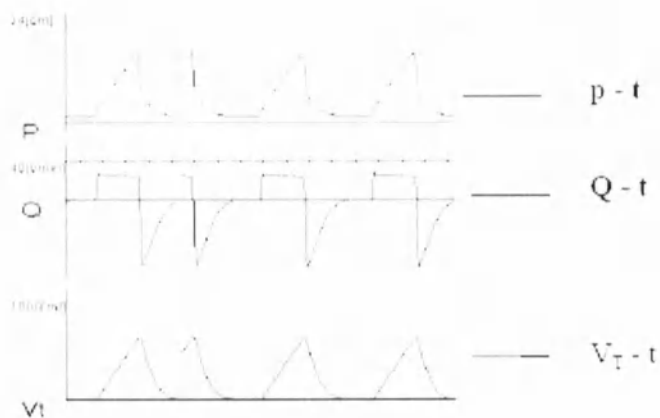

Рис.7
1. графическое поле отображения спирометрических кривых (рис. 7, 8, 9, 10)